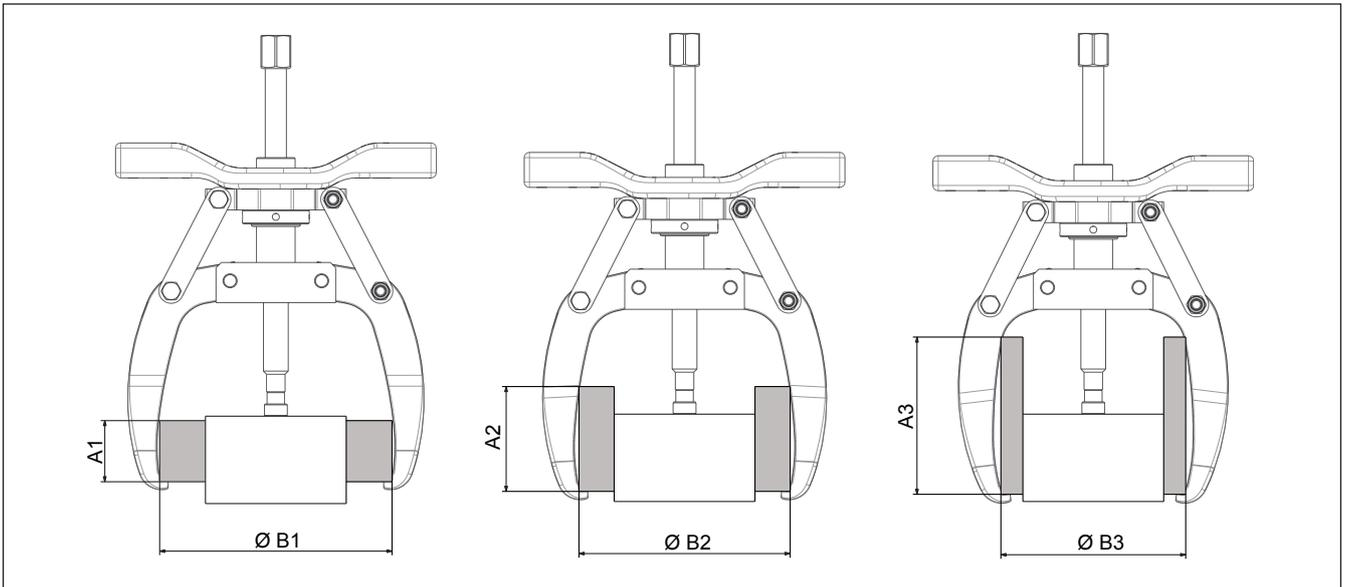

Figura 6, Alcance e abertura máximos do extrator
- Durante a instalação do extrator na peça de trabalho, consulte as dimensões máximas de alcance e abertura na Figura 6. Seguir estas diretrizes importantes irá reduzir a deflexão da garra e do eixo em caso de grande força.
**NOTICE** O eixo e as garras devem engatar a peça de trabalho e atingir pelo menos o alcance e abertura mínimos indicados na figura 6. Se alcance adicional for necessário, um espaçador pode ser aplicado. Coloque um espaçador dimensionado apropriadamente entre o protetor de ponta e a peça de trabalho durante a etapa 3.